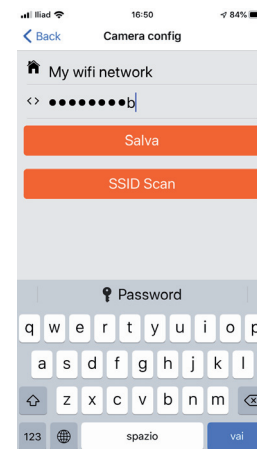

fig1
- usa SSID scan per cercare la rete Wi-Fi disponibile (fig1)